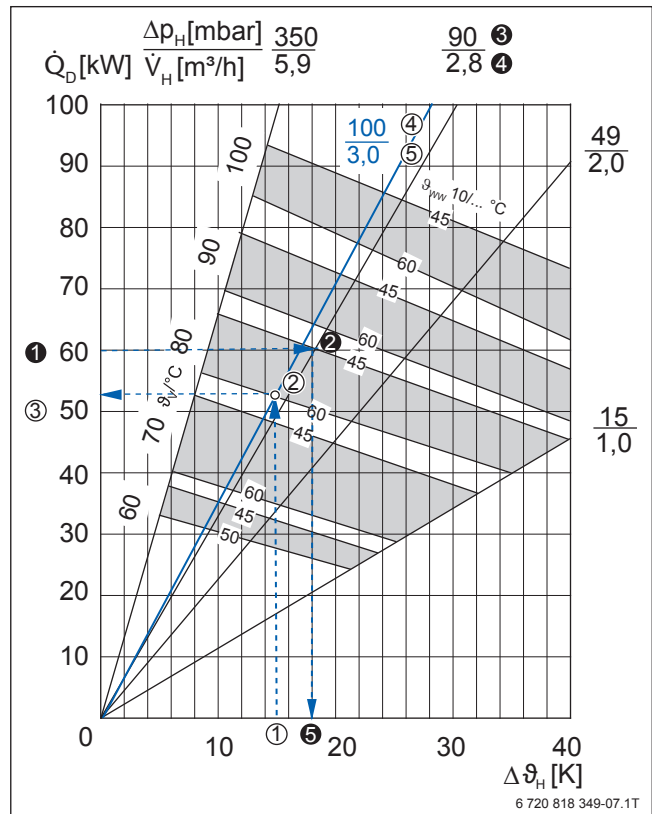

Bild 41 Dauerleistungsdiagramm für Logalux SU500.5 mit Hilfslinien für zusätzliche Werte; Beispiele blau hervorgehoben
- Heizwasser-Druckverlust und -Volumenstrom (→ Bild 41, Seite 56)
Ablese (→ Bild 41)
Standardwerte sind in den Tabellen „Warmwasser-Leistungsdaten“ des Speichers zu finden. Für spezielle Auslegungsfälle ist der Druckverlust aus dem Dauerleistungsdiagramm (ggf. interpolieren, → Bild 41, Seite 56) bzw. aus dem Druckverlustdiagramm in Abhängigkeit vom Volumenstrom abzulesen.